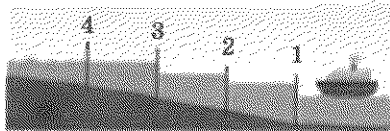

Рис. 4
5. У якій послідовності потрібно відкривати та закривати ворота трикамерного шлюзу (рис. 4), щоб провести судно проти течії?